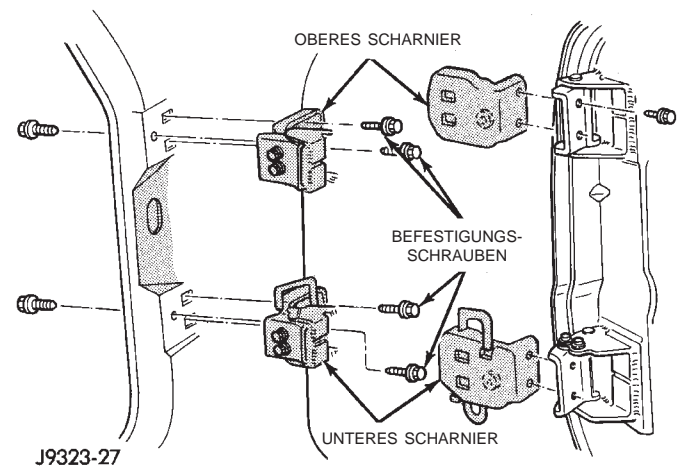

Abb. 16 Scharnier der Vordertür
- (1) Vordertür öffnen und abstützen.
- (2) Befestigungsschrauben lösen, mit denen das Scharnier an der B-Säule befestigt ist (Abb. 16).
- (3) Vordertür vom Fahrzeug abbauen.